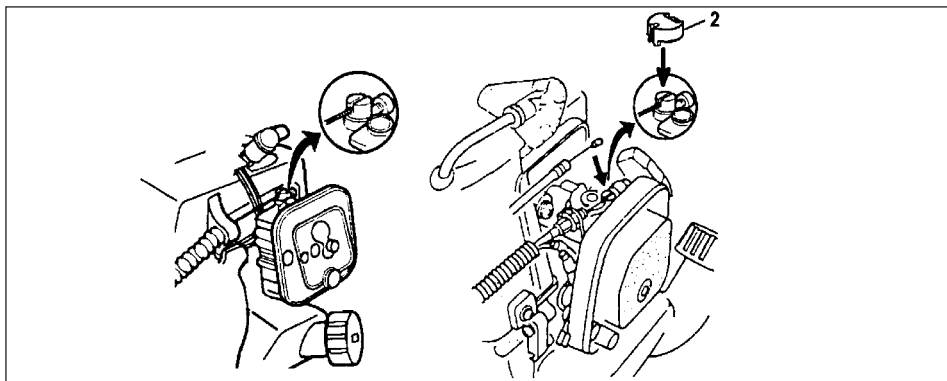

Fig. 1-6
Slut enden af kablet til gashåndtaget til karburatoren, og monter holderen i kablet (2) (hvis enheden er udstyret hermed), som findes i værktøjsposen, på drejeleddet (Fig. 1-6).